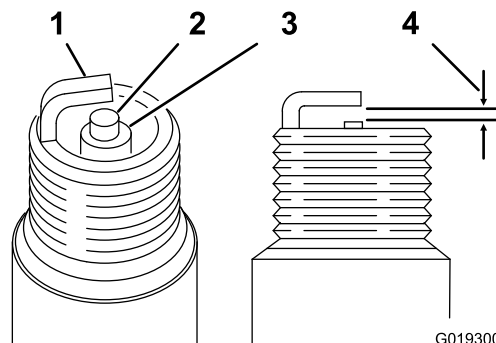

図 31
エアギャップ 0.70-0.80 mm 図 31 を参照。
3. エアギャップを 0.7-0.8 mm に調整する 図 31。